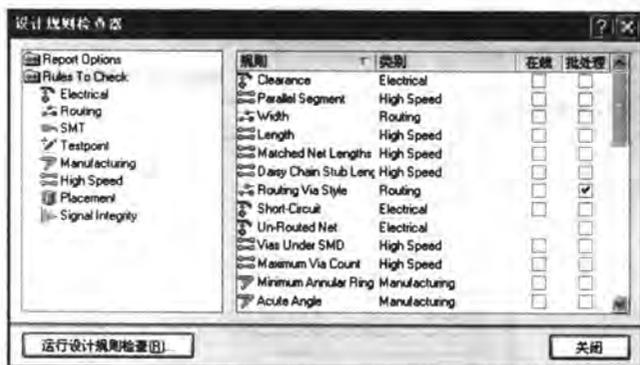

图 11-14 设置校验规则
- [3] 在【Rules To Check】窗口中，屏蔽掉其他的设计规则，只保留【Routing Via Style】规则项，如图 11-14 所示。